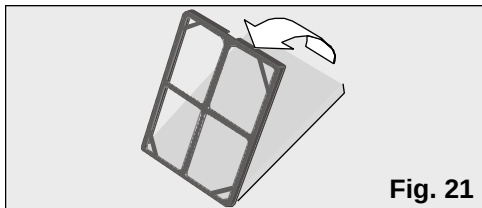

Fig. 21
- Vérifiez que le filtre purificateur est placé dans le positionneur, dans le cas contraire, placez-le comme indiqué dans la Fig 21. Placez la partie obscure du filtre en contact avec le positionneur.